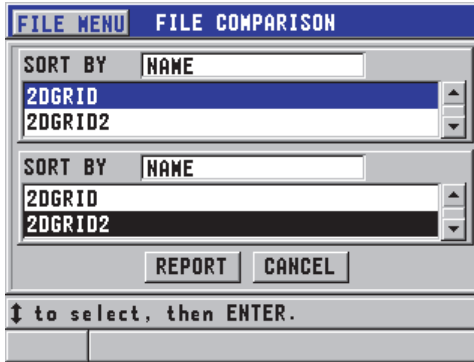

Figura 6-42 Tela de relatório do FILE COMPARISON
5. Na tela **FILE COMPARISON** (veja Figura 6-42 na página 137):